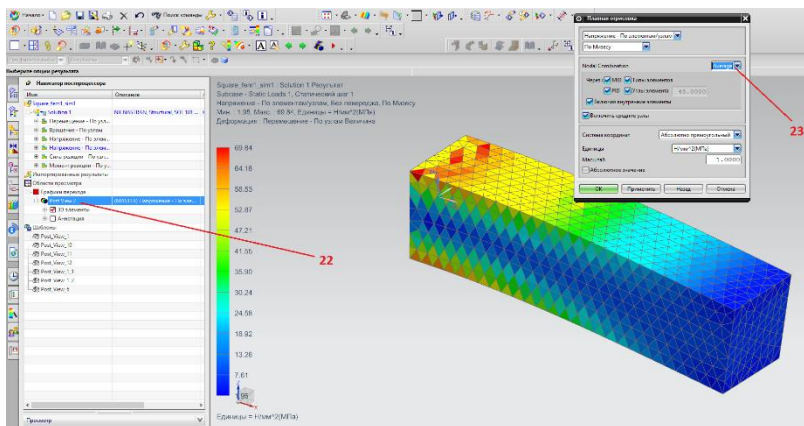

Рисунок 19. Окно настройки результатов модели усредненным значением напряжений
Для получения усредненных значений напряжений и получения, более плавных полей напряжений на модели нужно нажать правой кнопкой мыши на иконке **"Postview 1"**(22) и далее **"Изменить"**. В новом окне во вкладке **"Отобразить"** напротив галочки **"Цвет отображения"** надо нажать на кнопку **"Результат"**. В меню выбора **"NodalCombination"** вместо **"None"** выбрать **"Average"** (рисунок 19).